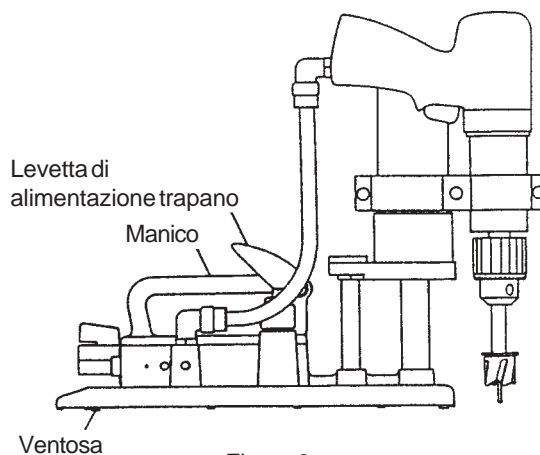

Figura 6
10. Per lavori di perforazione estremamente precisi, premere con il pollice sinistro la levetta di alimentazione del trapano fino a che quest'ultimo non è arrivato a fine corsa, come mostrato in figura 6. Posizionare il punto di taglio al centro della punzonatura. Tenere la ventosa in posizione equidistante o livellarla con la superficie di lavoro, allentando lentamente la pressione del pollice sinistro sulla levetta di alimentazione del trapano fino all'assestamento uniforme della ventosa sulla superficie di lavoro stessa. Spingere con forza la ventosa verso